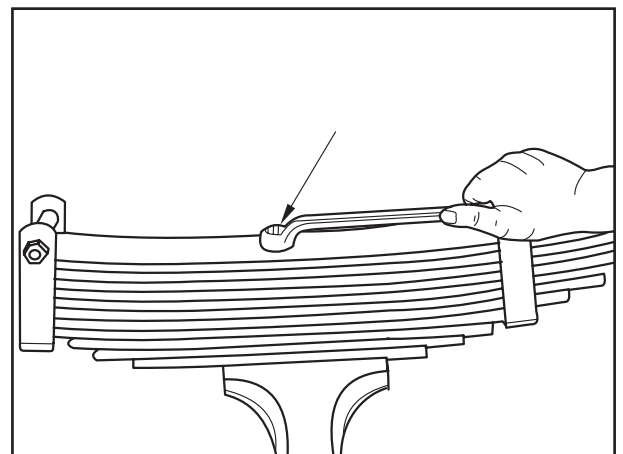

Fig. 2
- [7] Herzbolzen einstecken und Mutter (Fig. 2/Pfeil) mit dem vorgeschriebenen Anziehdrehmoment von 163 Nm festziehen.
- [7] Insert centre bolt and tighten nut (Fig. 2/arrow) with the prescribed torque of 163 Nm.